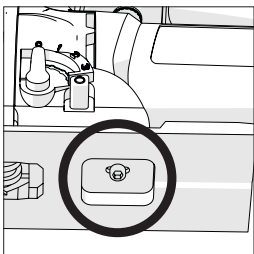

Fig. 8
- Allentare la vite a testa esagonale che unisce la piastra all'utensile. (Fig. 8)
- Reinserire la base inferiore in plastica della piastra accertandosi che tutti e sei (6) le alette di aggancio (2 sul lato anteriore della piastra e 2 su ciascun lato) siano correttamente collocate.